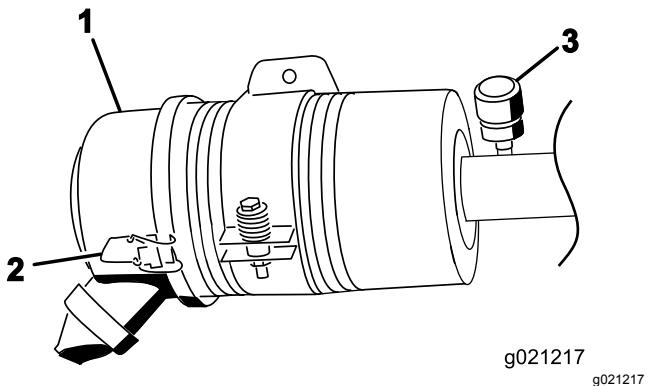

Рисунок 69
Обслуживание фильтра воздухоочистителя следует производить только после покраснения индикатора необходимости обслуживания (Рисунок 69). Замена воздушного фильтра без необходимости только повышает вероятность попадания грязи в двигатель при извлечении фильтра.
1. Отпустите защелки, фиксирующие крышку воздухоочистителя на его корпусе (Рисунок 69).